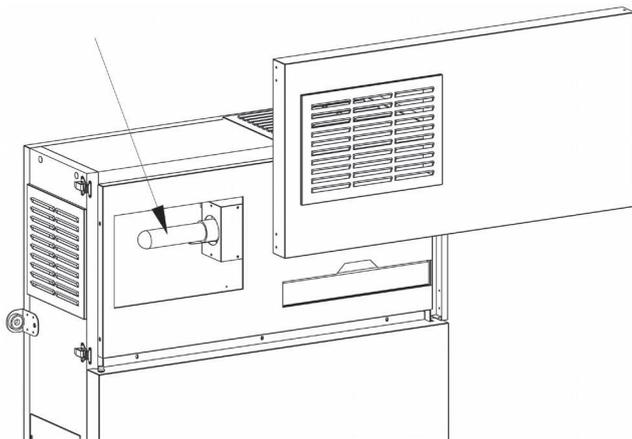
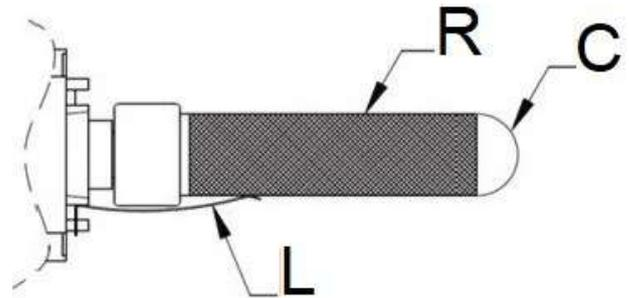

Fig.81
Fig.82
- 3) Aprire il pannello ispezionabile superiore dotato di griglia (Fig. 81).
- 4) Svitare delicatamente il condensatore al quarzo (C Fig. 82) agendo sulla bussola in plastica rossa alla base del condensatore (Fig. 82).
- 5) Sfilare la rete (R Fig. 82) esterna al tubo: se l'operazione risulta difficoltosa, ruotare leggermente la rete attorno al condensatore al quarzo.
- 10) Riposizionare la rete metallica sul condensatore sovrapponendola alla griglia interna e controllare che la linguetta (L Fig. 82) sia a contatto con la stessa e la prema contro il vetro al quarzo del condensatore (C Fig. 82).
- 3) Open the upper inspection panel, with the grid one, (Fig. 81).
- 4) Gently unscrew the quartz condenser (C Fig. 82) using the red plastic bushing at the base of the condenser (Fig. 81).
- 5) Remove the mesh (R Fig. 82) from the outside of the tube. If the operation is difficult, lightly rotate the mesh around the quartz condenser.
- 10) Reset the metal mesh on the condenser overlapping the inner grill and check the tab (L Fig. 82) is in contact with the metal net and push it against the glass of the capacitor (C Fig.82).